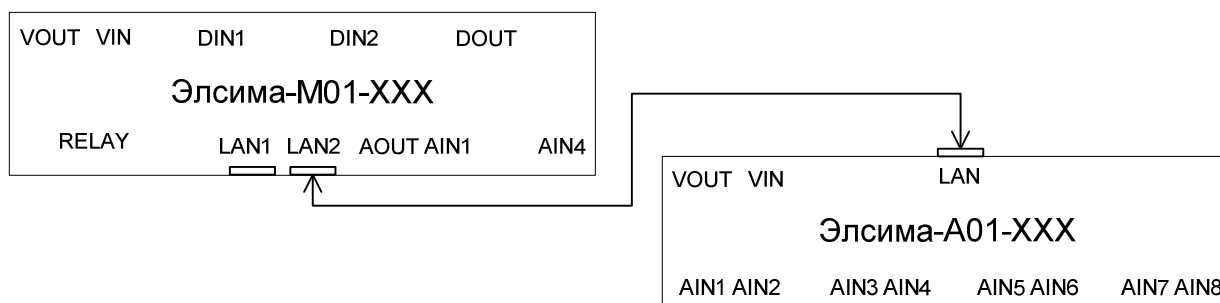

Рисунок 1.1 – Подключение модулей УВВ. Непосредственное подключение к контроллеру
- подключение одного модуля УВВ непосредственно к контроллеру (рисунок 1.1);